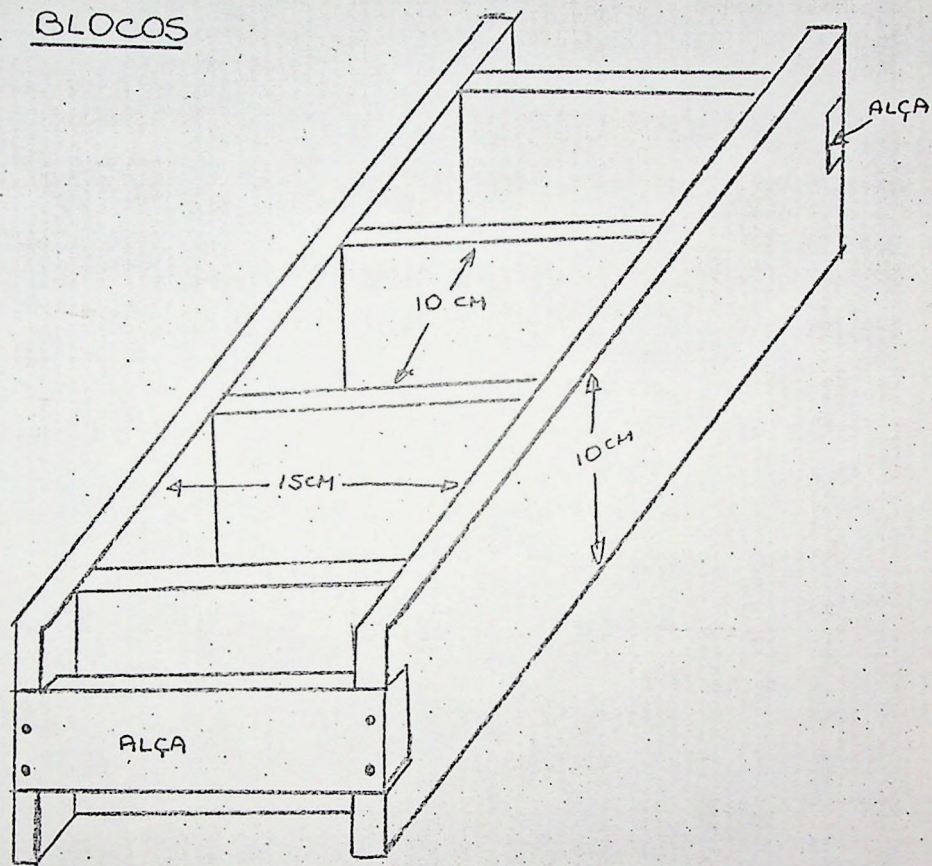

Fig. 5
-325 blocos medindo 8.8cm x 8.8cm. x 13.2cm. Os blocos são feitos com barro e postos a secar ao sol. A fig. 5 mostra um molde na qual pode-se fazer 3 blocos simultaneamente. O molde é feito com duas tábuas de cerca de 40cm de comprimento e cerca de 8.8cm. de largura. Entre elas existem 4 tábuas pequenas com 8.8cm. x 13.2cm; nas extremidades de cada tábua colocamos uma pequena tábua para servir de alça.